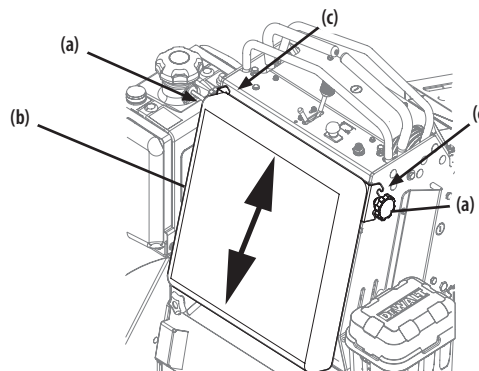

Figura 7
1. Afloje las dos perillas en estrella (a) que fijan el protector de piernas (b) a la cortadora de césped. Consulte la Figura 7.